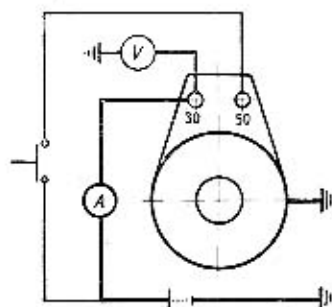

Abb. No. 19. Prüfungsschema
7. Den Anlasser in einem Prüfstand einspannen und nach dem Schaltplan (Abb. No. 19) anschliessen. Nach Stromschluss muss sich der Anker in der Richtung des Pfeils am Anlassergehäuse drehen.